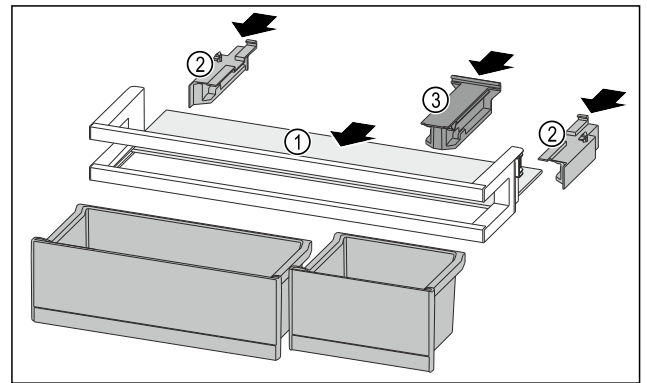

Fig. 91
- ▶ Abstellfläche Fig. 91 (1) in die seitlichen Einsparungen einschieben.
- ▶ Seitenteile Fig. 91 (2) einsetzen.
- ▶ Halteteil Fig. 91 (3) einsetzen.